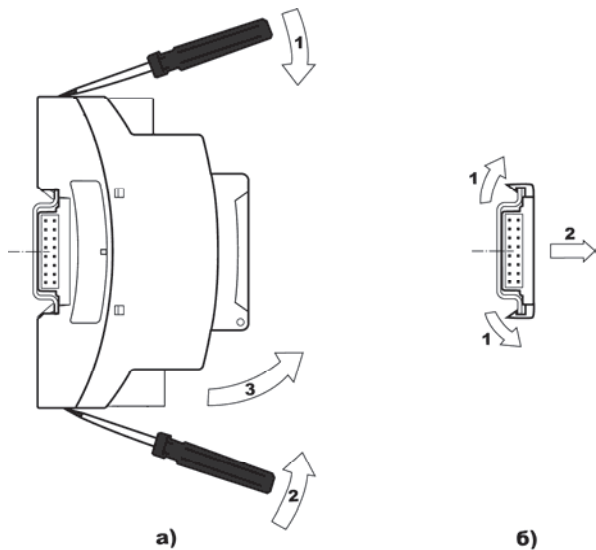

Рисунок 6.3 – Демонтаж модуля с DIN-рейки
- при помощи отвертки открыть защелки, фиксирующие контроллер на DIN-рейке (см. рисунок 6.3, а);
- для снятия соединителя следует поддеть пальцами одновременно все его крючки, потянуть на себя (см. рисунок 6.3, б).
Соединители располагаются между модулями и DIN-рейкой (см. рисунок 6.3). Соответствующий модулю соединитель входит в комплект поставки.